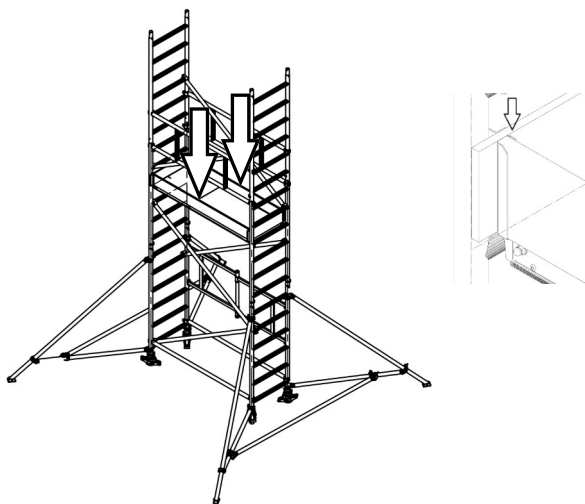

Rys. 78. Montaż stężeń skośnych
14. Zamontować stężenie skośne tak, aby dolne haki były zamontowane na 11 szczeblu, a górne na 15 szczeblu. Następnie zamontować drugie stężenie skośne analogicznie, krzyżując z pierwszym. Należy sprawdzić prawidłowe zapięcie zabezpieczeń haków (Rys. 78).